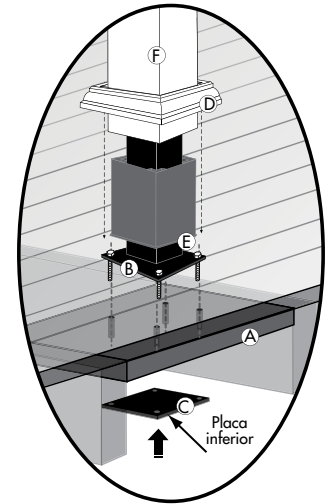

Figura 2
- 3.) Eleve el espaciador inferior de plástico Figura 1 (A), Figura 2 (E) temporalmente para conceder algo de espacio para sujetar el poste de acero a la plataforma.
- 5.) Empuje los pernos de 5/16" (no incluidos) a través de la placa del poste y fije la placa inferior separada Figura 2 (B) desde debajo de la superficie de la plataforma (puede nivelar los postes según se necesite usando arandelas de acero como cuñas).
- 6.) Coloque el espaciador inferior de plástico en la posición original Figura 2 (D).
- 7.) Quite el tornillo del espaciador de madera superior y quite temporalmente el espaciador del poste de acero Figura 2 (E)